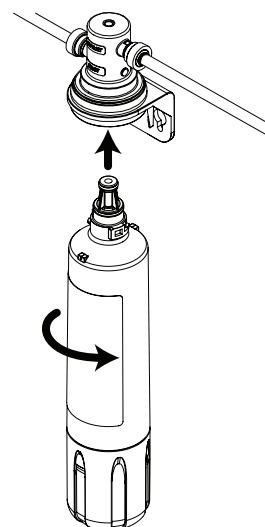

Figure 4
6. Tel que décrit dans la section « Utilisation de raccordements à pousoir », insérer le tuyau bleu de l'adaptateur d'alimentation de 1/4 po dans le raccord ENTRÉE, tel qu'illustré à la figure 4.
7. Après avoir installé le robinet en suivant les directives détaillées ci-dessous, insérer le tuyau bleu au robinet dans les raccords de SORTIE, tel qu'illustré à la figure 4.
8. Aligner les guides de la nouvelle cartouche avec la tête et insérer la cartouche dans le module de tête. Tourner la cartouche filtrante dans le sens inverse des aiguilles d'une montre jusqu'à ce qu'elle rencontre une résistance (environ 1/4 de tour). Le filtre est maintenant installé. (Voir figure 4).